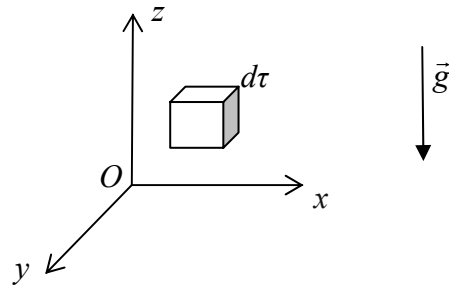

Figure 1 : équilibre d'un volume élémentaire
1.1/ On s'intéresse à un volume élémentaire $d\tau = dx dy dz$ d'eau de mer à l'équilibre (figure 1). On notera $P(x, y, z)$ la pression de l'eau en un point de coordonnées (x, y, z) .